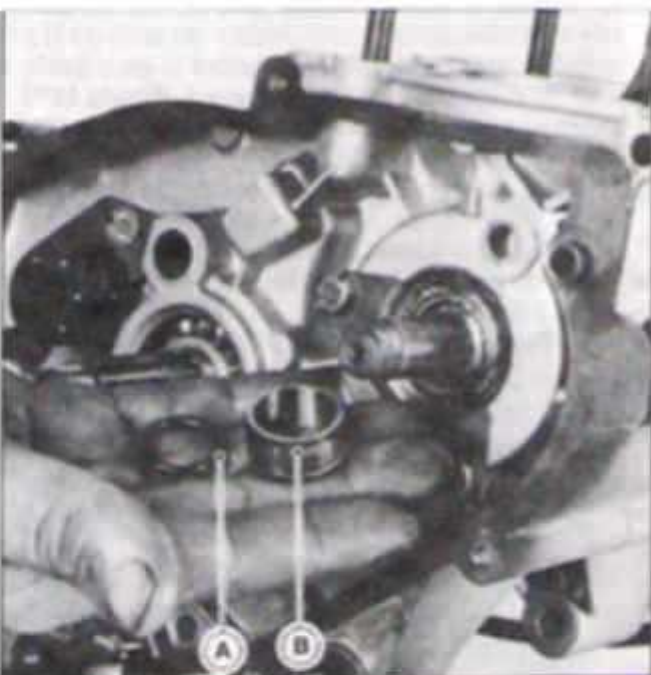

FIG. M42 - A. ANEL "O" RING B. BUCHA DISTANCIADORA
8. Colocar no retentor do virabrequim (cárter direito) a bucha distanciadora e o anel "O" ring. Figura M42.